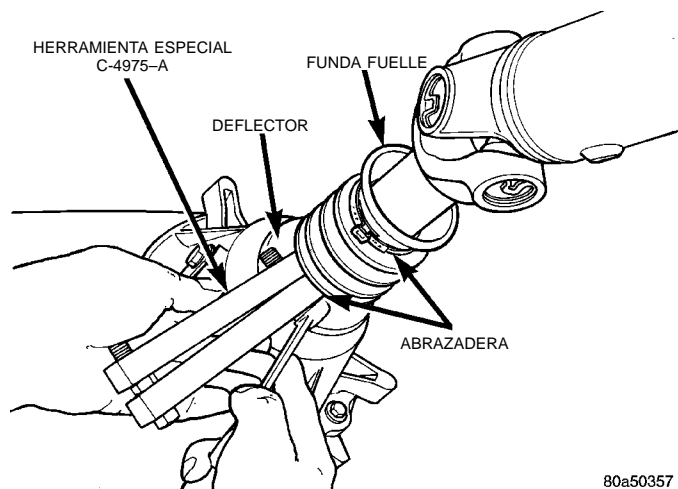

Fig. 91 Instalación de la funda fuelle del deflector
(11) Instale la funda fuelle en el deflector del eje transmisor y pliegue la abrazadera de retención con la herramienta C-4975-A (Fig. 91).